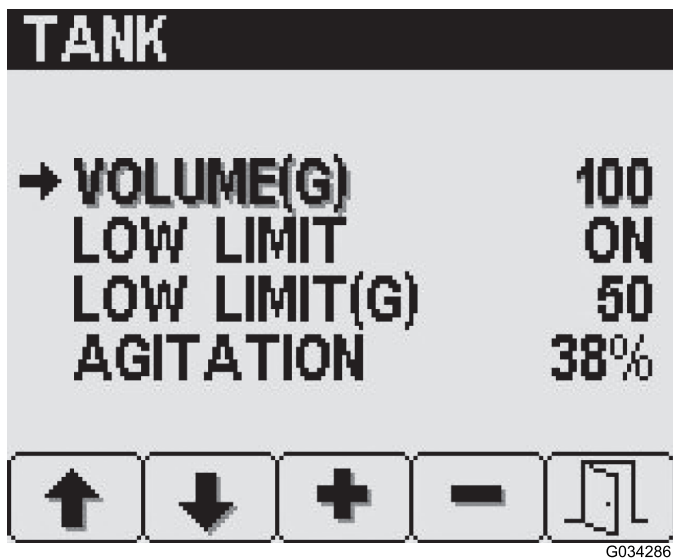

Figura 10
2. Pulse el botón 2 hasta que llegue al elemento que desee cambiar (Figura 10).
3. Utilice los botones 3 y 4 para establecer el valor que desee (Figura 10).